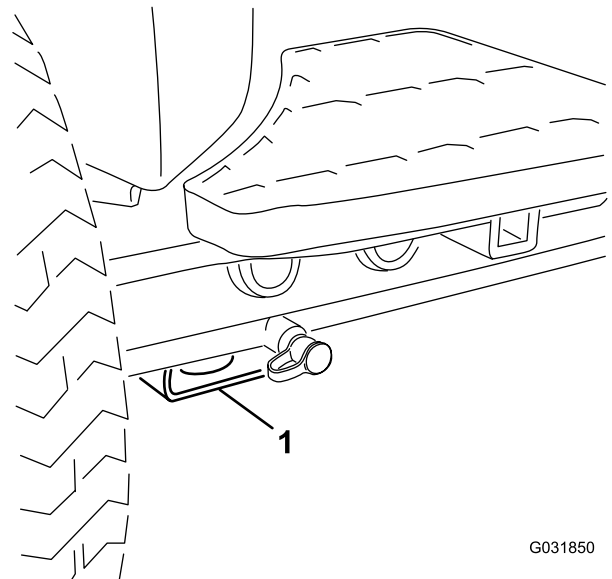

図 37
- 前各前輪の内側、アクスルチューブの下にある四角いパッド (図 37)